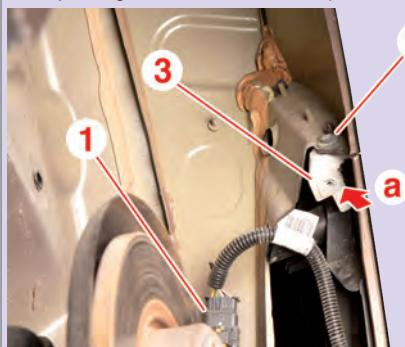

Fig.1
- Côté gauche, débrancher le connecteur (1) du faisceau principal (Fig.1).
- Déposer la vis (2) à l'aide de la clé [1].
- Appuyer en (a) pour déverrouiller la fixation (3).